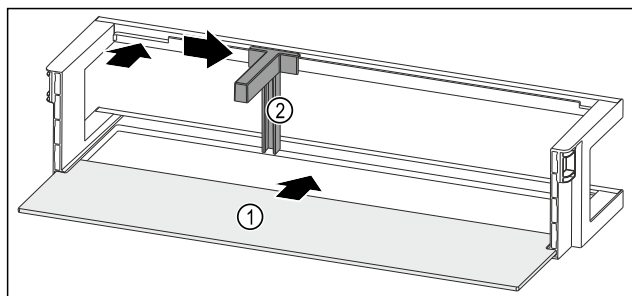

Fig. 98 Półka w drzwiach z półką
- Wsunąć półkę Fig. 98 (1) w boczne wycięcia.
- Włożyć uchwyt butelek Fig. 98 (2) do zagłębienia.
- Przesunąć uchwyt butelek Fig. 98 (2) na wybraną pozycję na bok.